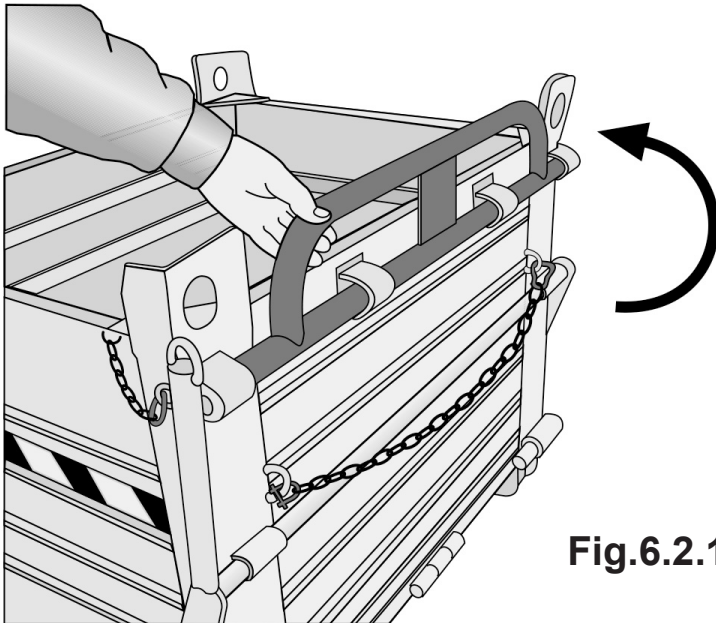

Fig.6.2.1 Soulever les poignées d'enfourchement
- 6.2.1 Soulever les poignées d'insertion (**fig. 6.2.1**).
- 6. 2.1 Raise the forking handles (**fig. 6.2.1**)